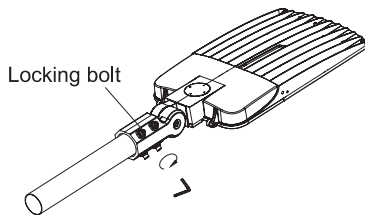

Figure 6
6. Resserrez les 4 boulons de verrouillage, comme illustré à la Figure 6.